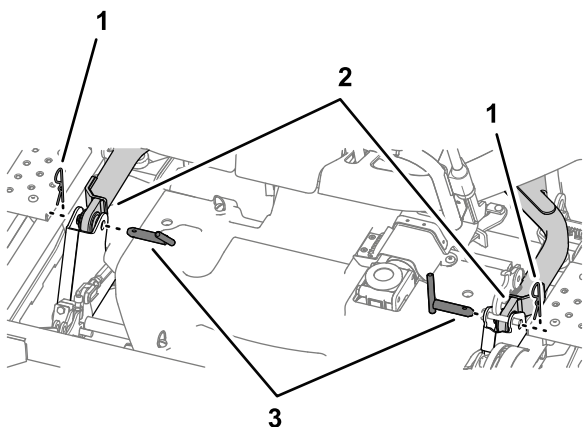

**Figura 114**
4. Scollegate i flessibili idraulici da ciascun lato del trattorino (Figura 114).
- A. Collegate il tubo idraulico contrassegnato in blu all'attacco rapido interno contrassegnato in blu; fate riferimento alla Figura 114 in Rimozione del piatto di taglio \(pagina 81\).
- B. Collegate il tubo idraulico contrassegnato in rosso all'attacco rapido esterno contrassegnato in rosso; fate riferimento alla Figura 114 in Rimozione del piatto di taglio \(pagina 81\).